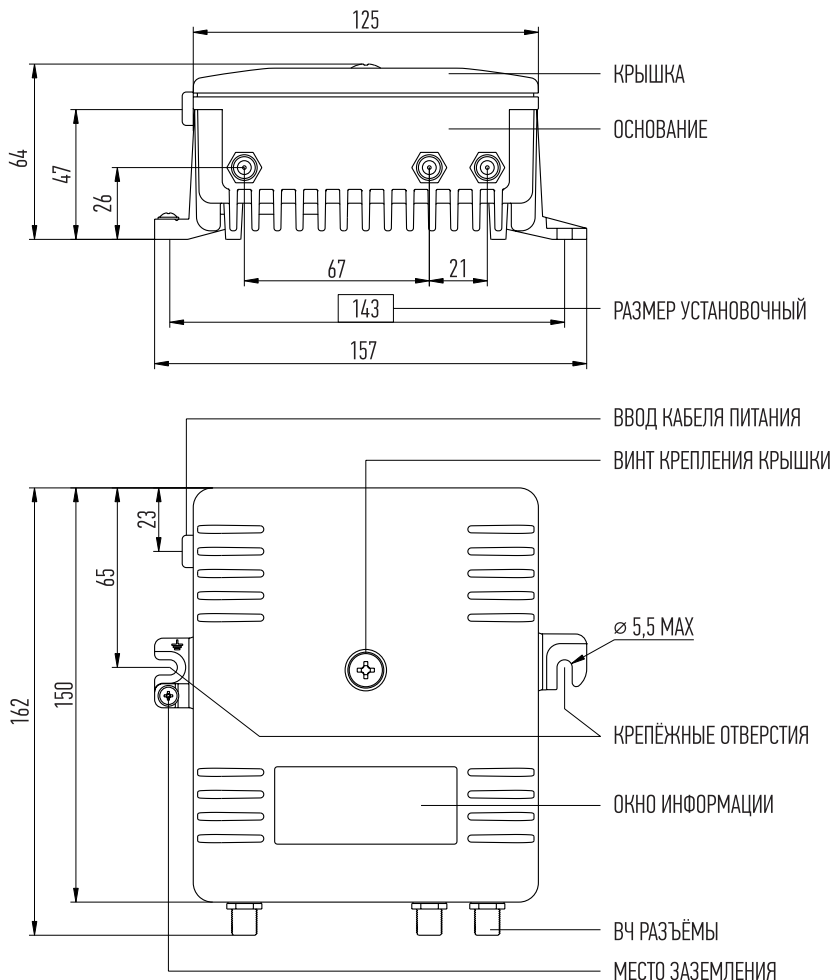

Рисунок 3. Габаритные и установочные размеры (в мм), основные компоненты корпуса
- наметьте установочные размеры согласно рис. 3;
- заземлите корпус путём соединения контакта « $\perp$ » с шиной защитного заземления (см. рис. 3);